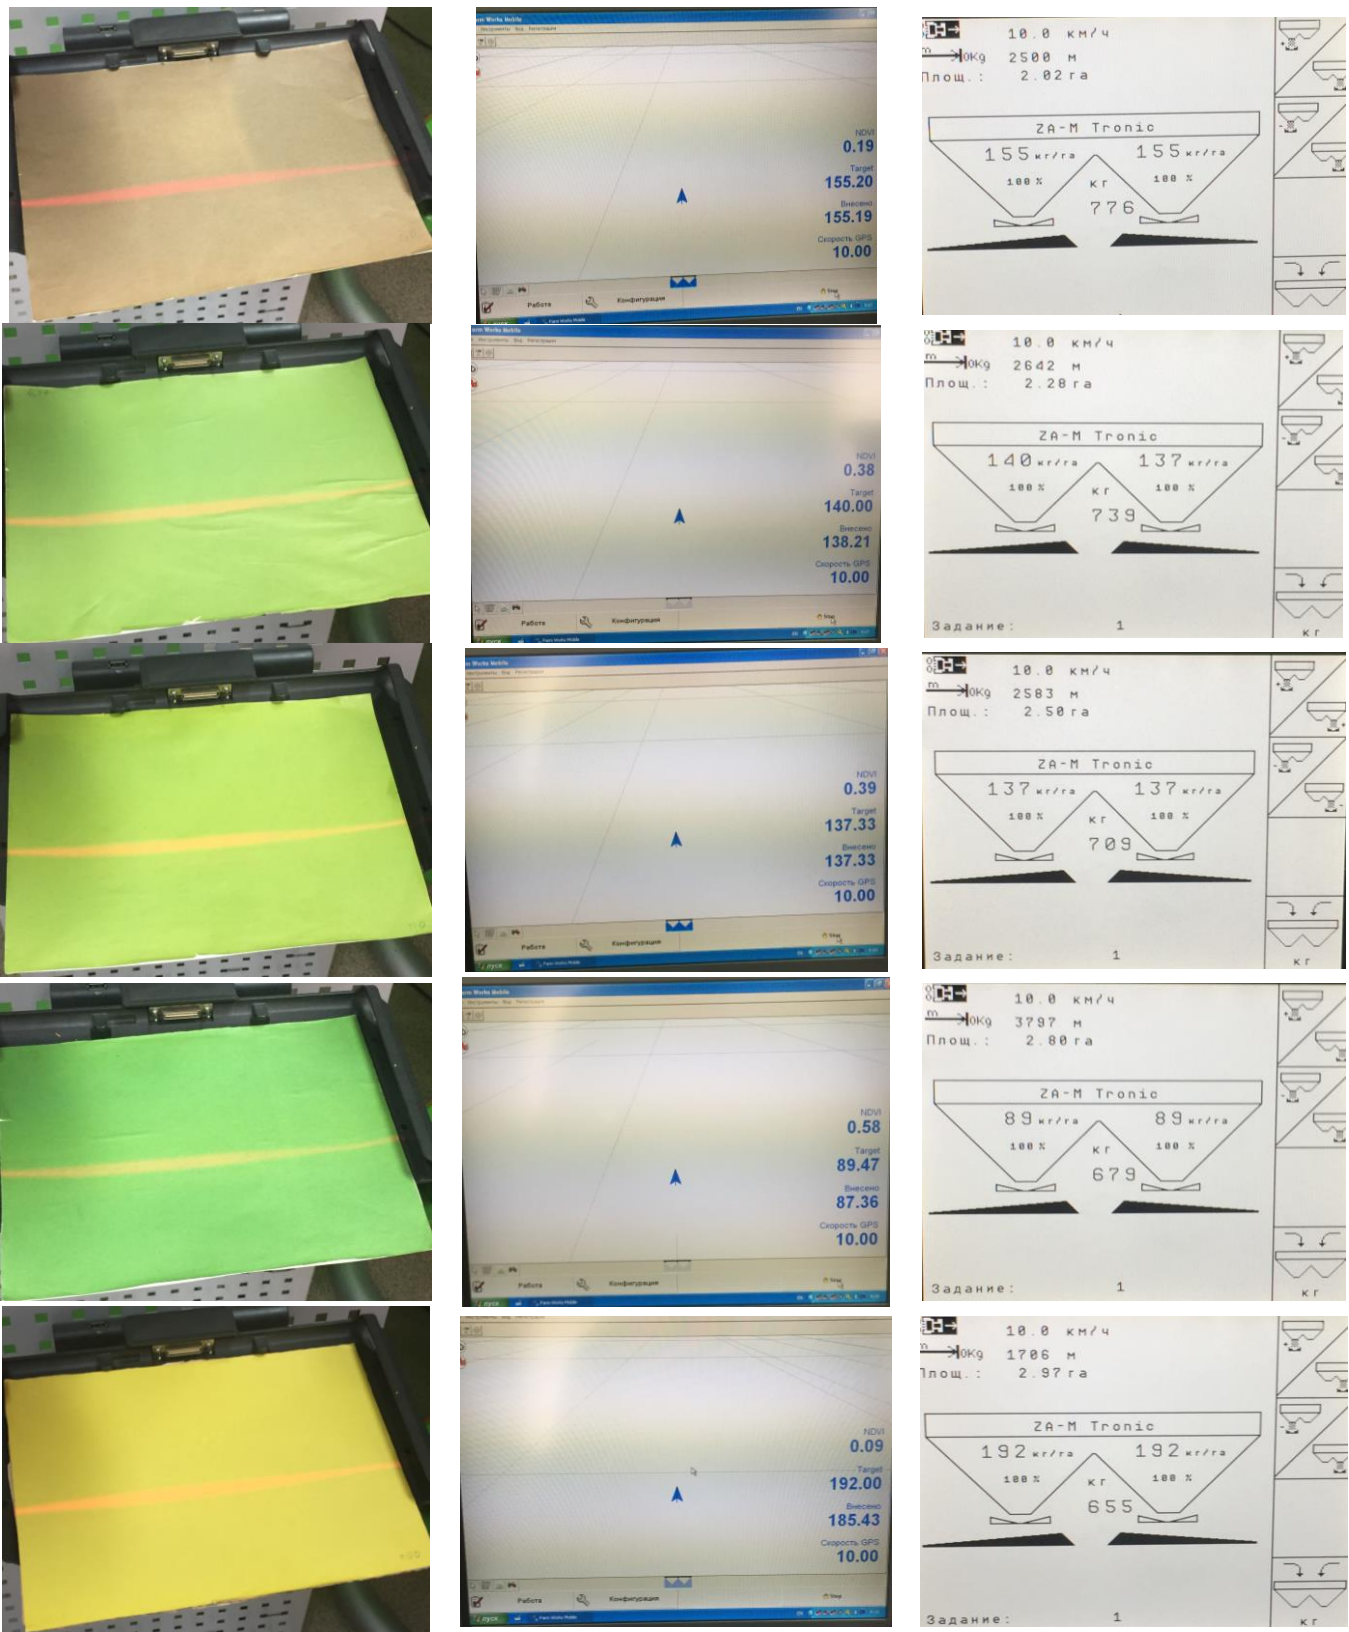

Рисунок 10.14 – Изменение значений NDVI
13. Последовательно положите листы на подставку (рисунок 10.14). Будет отображаться значение NDVI на рабочем поле и терминале.